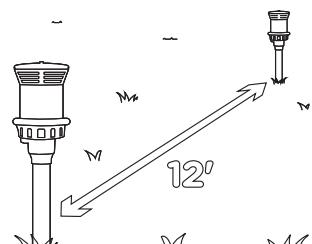

Fig. 5
2. Los accesorios se deben colocar con una separación de 12 pies (3.6 m) o menos rodeando el perímetro de la zona de protección. (Fig. 5)